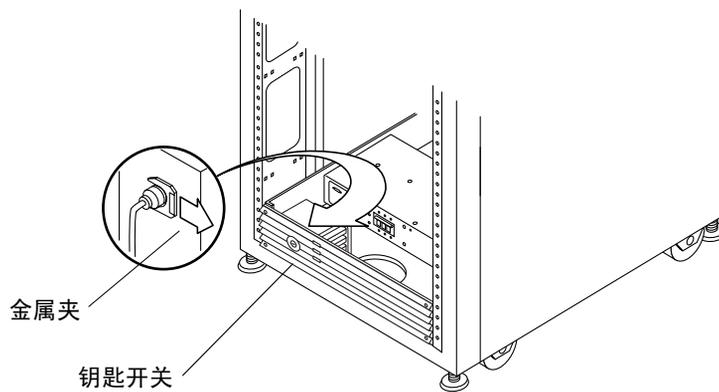

图 4-10 拆卸和装回钥匙开关
2. 在系统内侧（面向钥匙开关的背面），使用一把尖嘴钳滑出并卸下用于将钥匙开关固定至系统的金属夹（图 4-10）。
2. 在系统内侧（面向钥匙开关的背面），将金属夹滑入钥匙开关主体的凹槽，将其固定到位（图 4-10）。